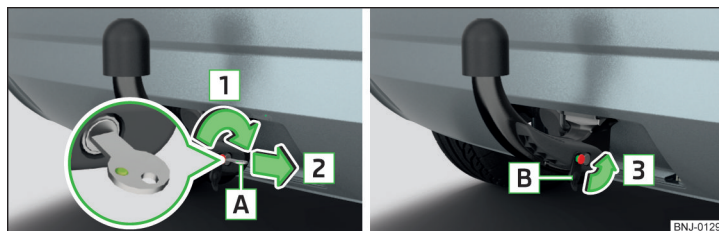

Fig. 156 Încuiiați încuietoarea și scoateți cheia/așezați capacul pe încuietoare
- Rotiți cheia [A] în sensul săgeții [1] în așa fel încât marcajul verde al acesteia să indice înspre în sus » fig. 156.